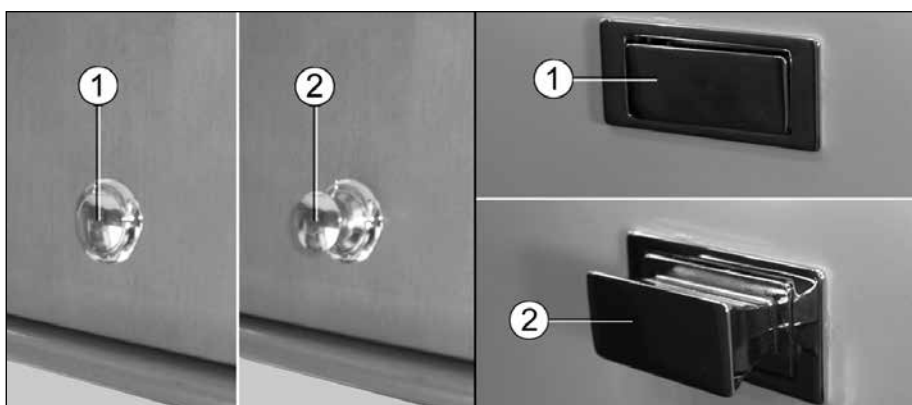

Fig. 36 Push-lock-lås i stängt resp. öppet läge
- Tryck på knappen (Fig. 36, pos. 2) för att öppna eller (Fig. 36, pos. 1) för att låsa.